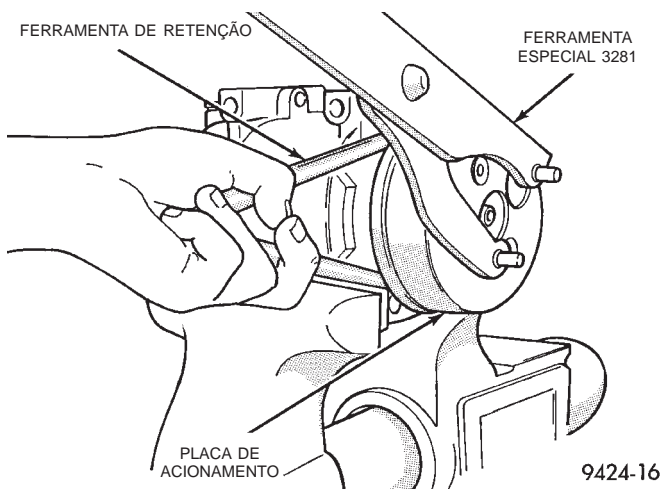

Fig. 10 Remoção da Placa de Acionamento
(2) Monte o compressor em uma morsa e remova os parafusos que prendem a bobina de acionamento à placa de acionamento.
(3) Remova a placa de acionamento do compressor com uma chave de boca (Ferramenta Especial 3281). Gire a placa de acionamento no sentido anti-horário para remover (Fig. 10).